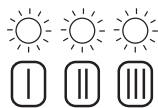

Figura 4.16
Per memorizzare il settaggio premere il pulsante di ripristino 4 in Figura 3.1 per circa 5 secondi, le spie di segnalazione 1 in Figura 3.1 lampeggiano tutte quante simultaneamente come in Figura 4.16 (legenda spie a pag. 1).
• Per memorizzare il settaggio premere il pulsante di ripristino 4 in Figura 3.1 per circa 5 secondi, le spie di segnalazione 1 in Figura 3.1 lampeggiano tutte quante simultaneamente come in Figura 4.16 (legenda spie a pag. 1).